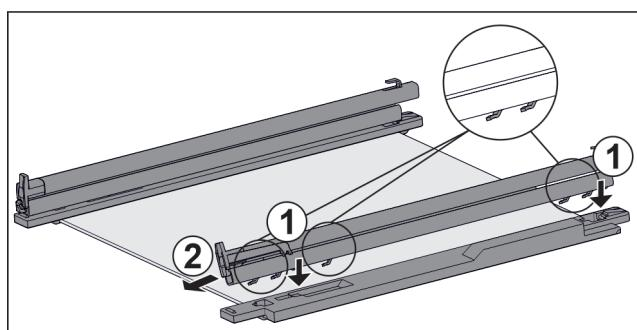

Fig. 100 Skleněná deska s kolejničkami a přídržnými díly
- Nasadte háčky kolejničky na otvory **levého** přídržného dílu. Fig. 100 (1)
- Vytáhněte kolejničku dopředu. Fig. 100 (2)
- Nasadte háčky kolejničky na otvory **právěho** přídržného dílu. Fig. 100 (1)